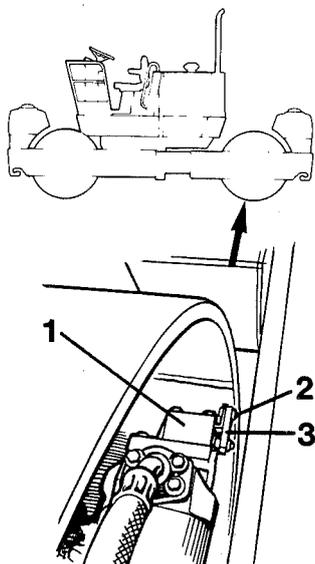

Fig. 19
- ⚠ BLOCCARE I TAMBURI PER EVITARE CHE IL RULLO SI METTA IN MOVIMENTO DOPO AVER AZIONATO LA LEVA (3).
- Rimuovere la vite (2) della valvola d'innaffiamento (1) e tirare la leva (3) verso l'alto. Vedere fig. 19.
Ad operazione ultimata riportare la leva (3) nella posizione originaria (fig. 19). Bloccare con la vite (2).